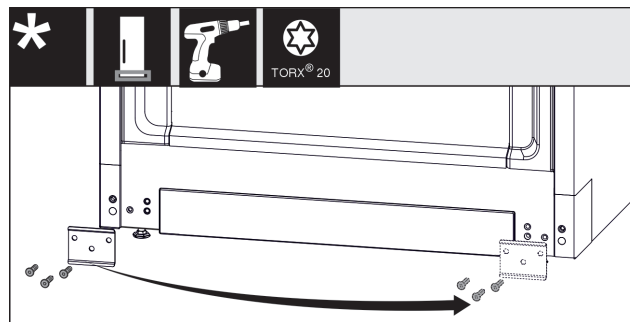

Fig. 12
- ▶ Odkręcić blaszkę, przetestować na drugą stronę i ponownie przykręcić. Fig. 12 (1)
- ▶ Osłonę założyć ponownie z drugiej strony. (1)